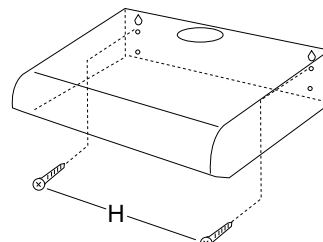

Fig. 10
Cuelgue la campana de los 2 tornillos. Trabajando desde el interior de la capucha, apriete entonces los 2 tornillos por completo. Ahora proceda con la fijación final colocando los otros 2 tornillos (H) (Fig. 10). Conecte un tramo de ducto flexible a la brida de la campana usando una abrazadera metálica. El ducto y las abrazaderas no están incluidos.
Ahora proceda con la fijación final colocando los otros 2 tornillos (H) (Fig. 10).